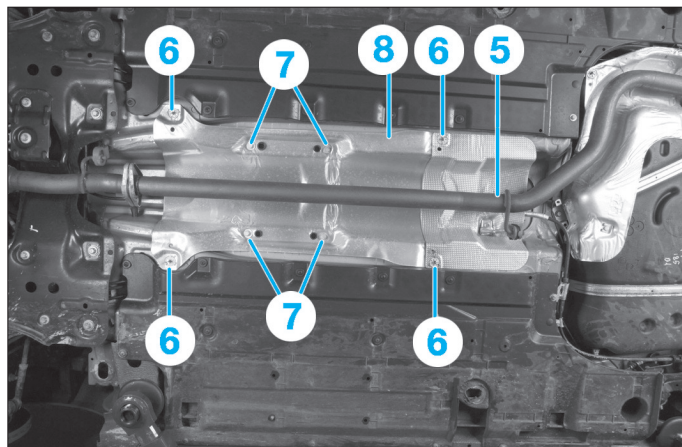

Fig. 3
- Déposer (Fig.3) :
- le tube d'échappement (5),
- les fixations (6),
- les vis (7),
- l'écran thermique (8).